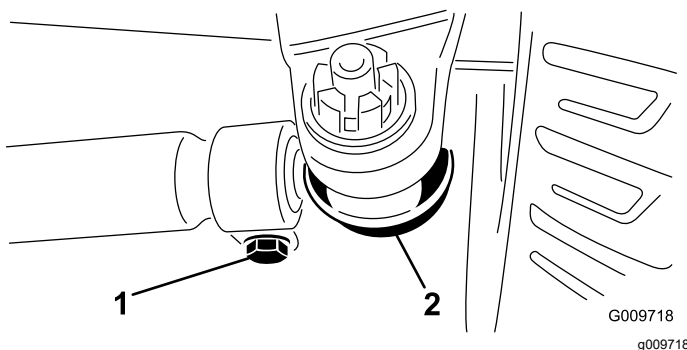

Bild 83
3. Entfernen Sie den Splint und die Mutter von einem der Spurstangen-Kugelgelenke (**Bild 83**). Entfernen Sie das Spurstangen-Kugelgelenk vom Achsständer.
4. Lockern Sie die Klemmen an beiden Enden der Spurstangen (**Bild 83**).